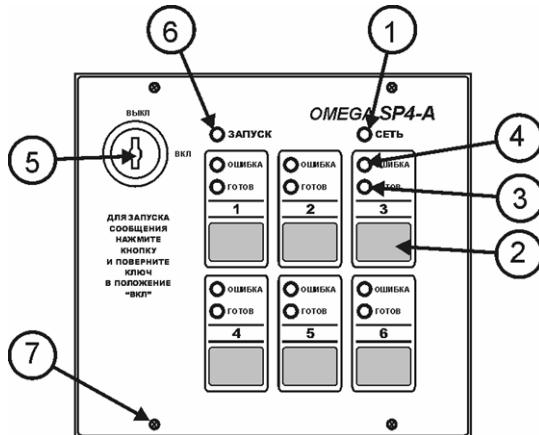

Рис. 9
- Выберите необходимое (необходимые) сообщение (нажмите соответствующие кнопки п.2 рис 9), при этом должны загореться соответствующие светодиоды (п.3 рис.9).
- Поверните ключ «Запуска сообщений» (п.5 рис.9) в положение «ВКЛ», при этом должен загореться (мигать) светодиод «Запуск» (п.6 рис.9).
- Для дезактивации «записанных» сообщений отожмите задействованные кнопки (п.2 рис 9) и поверните ключ (п.5 рис.9) в положение «ВЫКЛ».